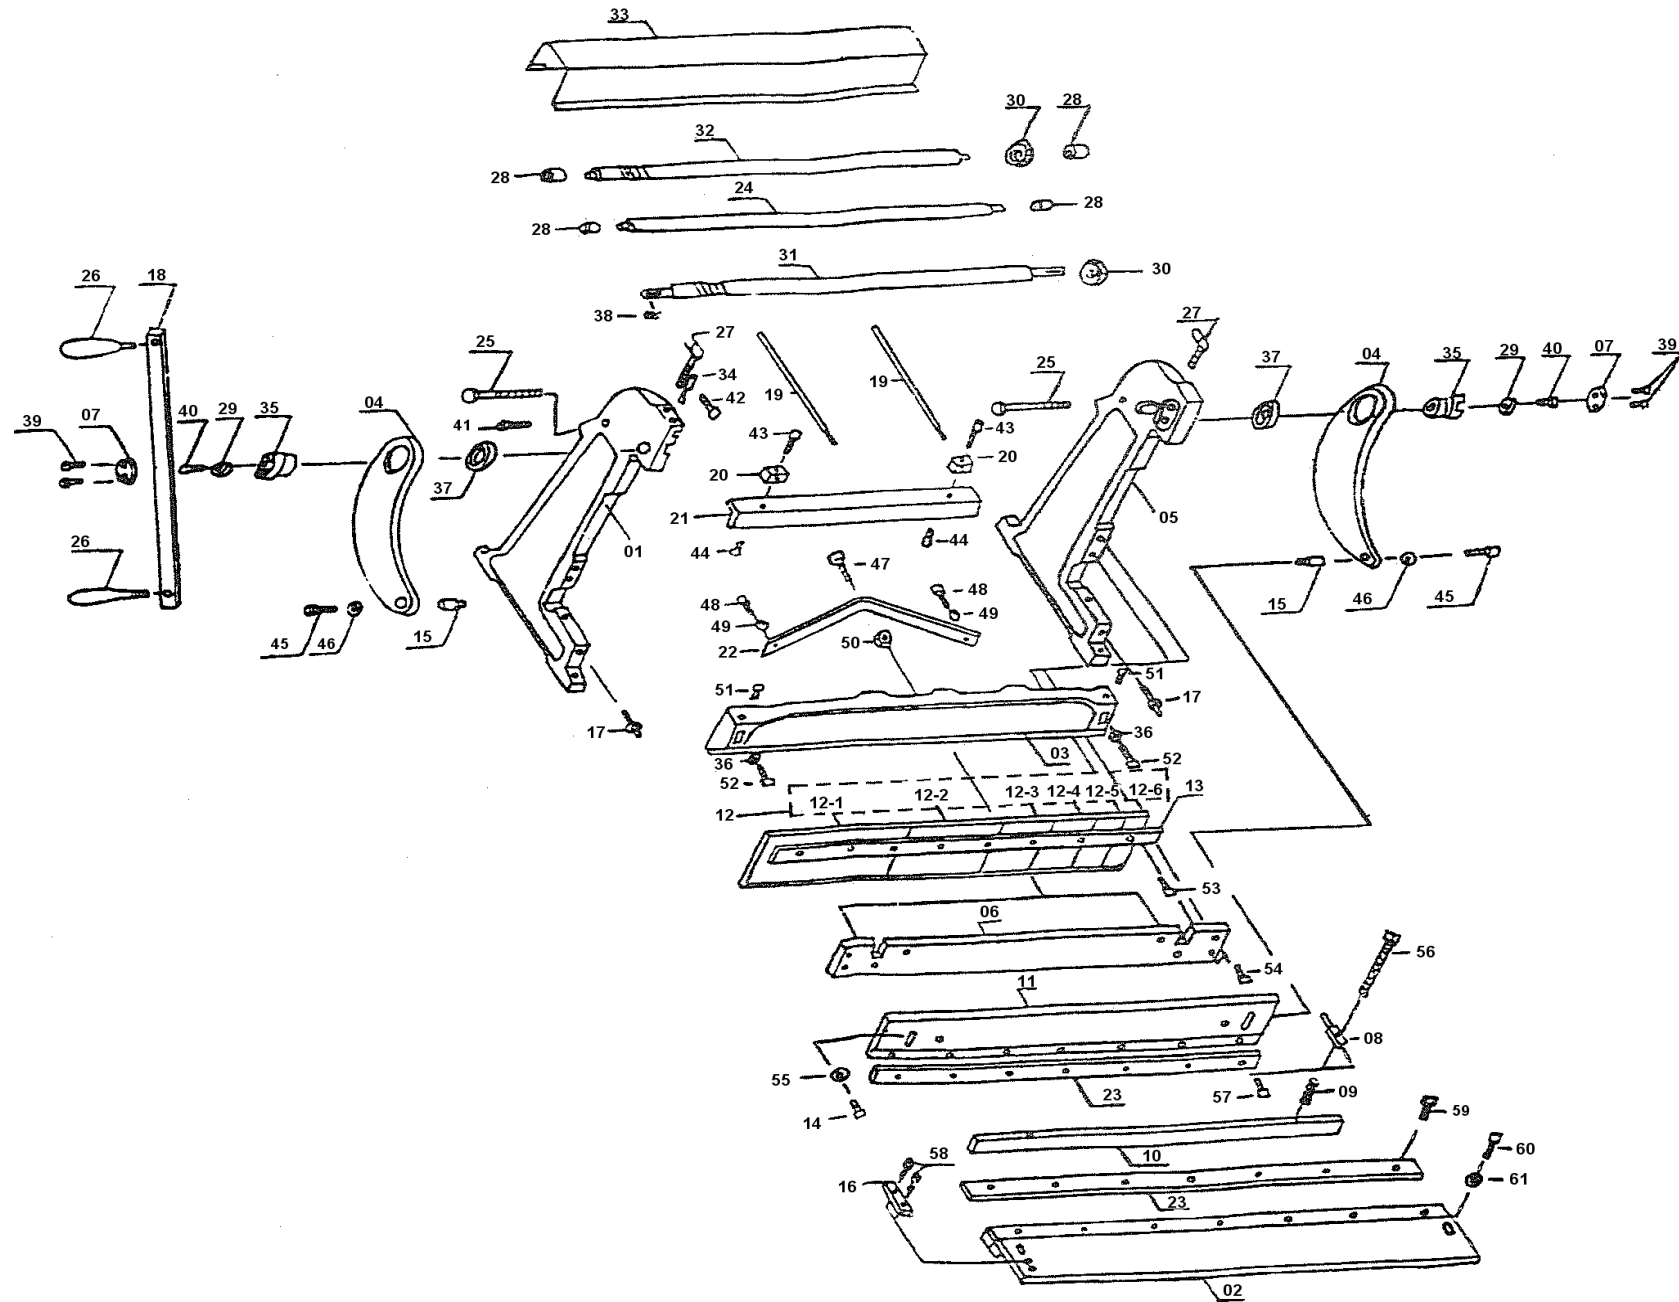

Рис. 1
**Детали сборки «КОРВЕТ 542» (Рис. 1)**